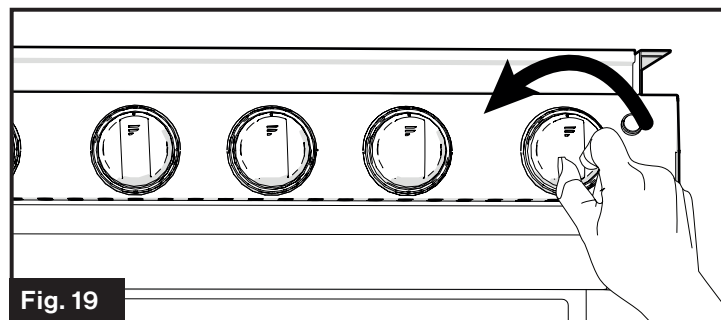

Fig. 19
2. Poussez et tournez le bouton de commande du four dans le sens inverse des aiguilles d'une montre jusqu'à la position . (Fig. 19)